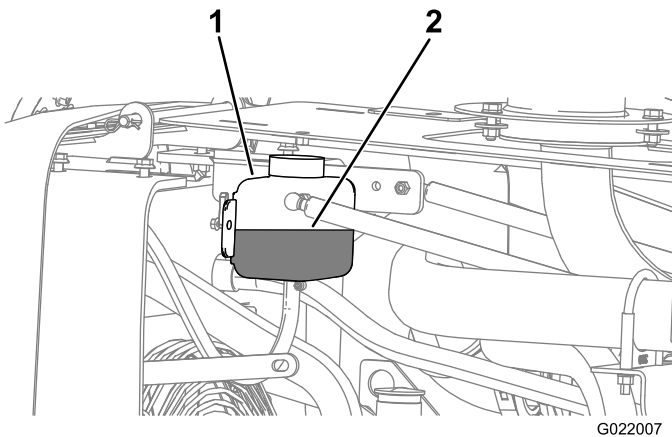
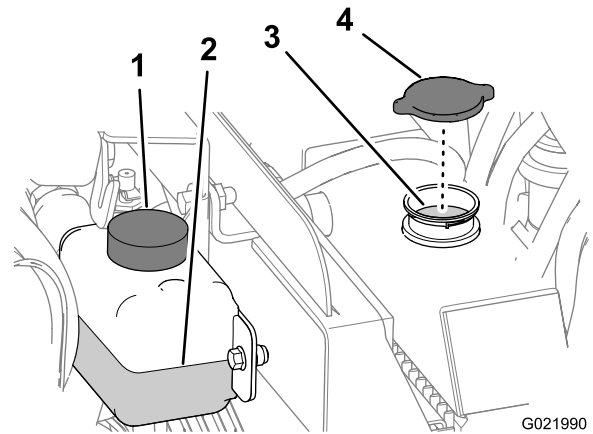

Figura 136
Figura 137
4. Verifique o nível de líquido de arrefecimento no reservatório (Figura 136).
4. Retire a tampa do bocal de enchimento do radiador e verifique o nível do líquido de arrefecimento (Figura 136 e Figura 137),
5. Se o nível de líquido de arrefecimento estiver baixo, adicione líquido até beirar o fundo do tubo de enchimento (Figura 137).
6. Instale a tampa do bocal de enchimento do radiador, apertando-a até estar estanque (Figura 137).
4. Retire a tampa do radiador (Figura 137).
2. Retire a tampa do radiador (Figura 137).
4. Instale a tampa do radiador (Figura 137).